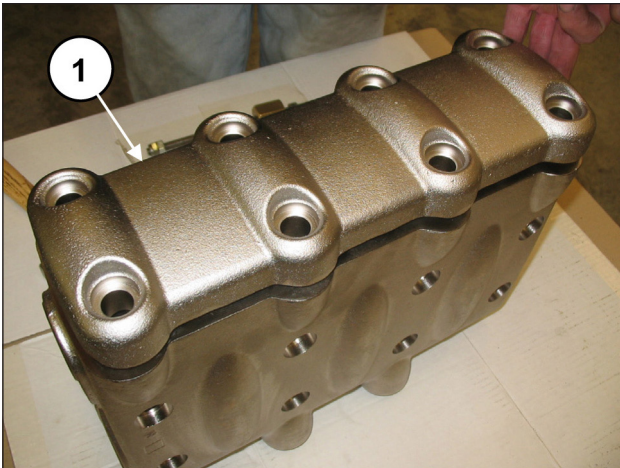
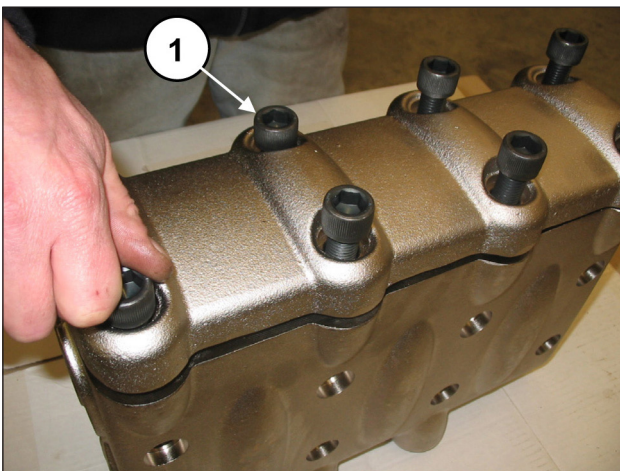

Abb. 105
Abb. 106
Setzen Sie die Ventilkappe samt O-Ring und Stützring ein. Bringen Sie nach Montage der Ventilgruppen und Ventilkappen den Ventildeckel an (Pos. ①, Abb. 105) und ziehen Sie die 8 Schrauben M16x55 fest (Pos. ①, Abb. 106).